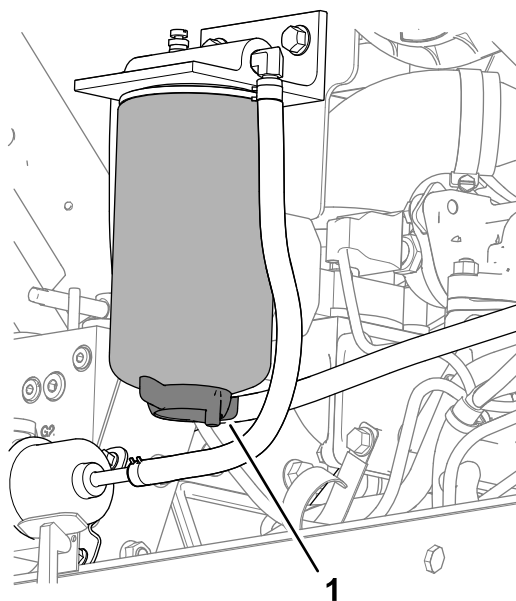

Figura 128
3. Aezăi o tavă de golire sub filtrul separatorului de apă/combustibil (Figura 128).